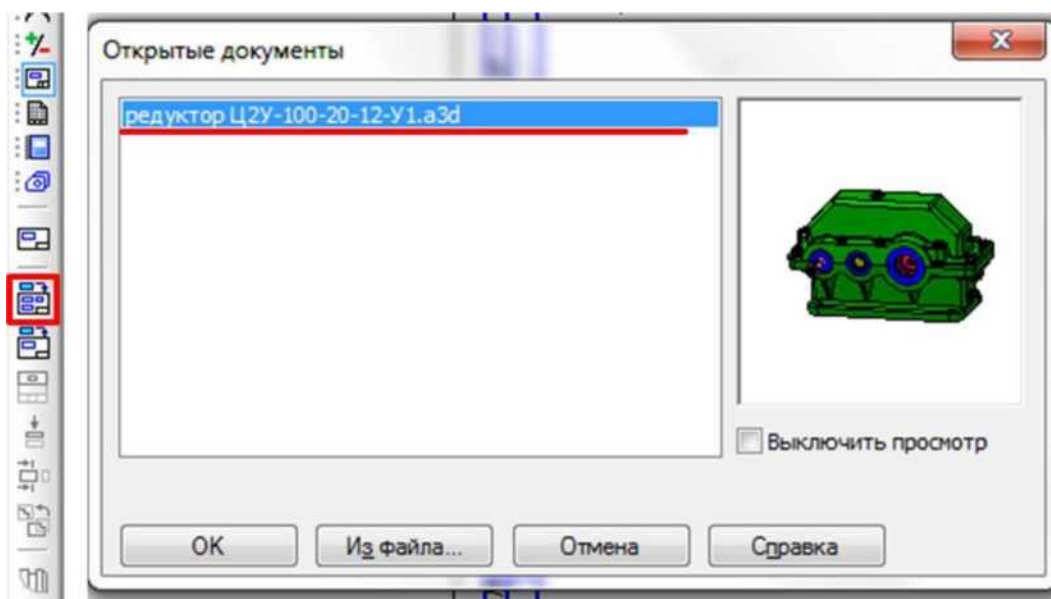

Рисунок 1.
1. На панели **Компактная** нажмите кнопку вызова инструментальной панели **Виды**, на которой выберем команду **Стандартные виды**. На экране появится диалоговое окно, в котором следует выбрать модель, для которой необходимо создать чертеж в трех видах (в нашем случае это модель редуктора), рисунок 1.